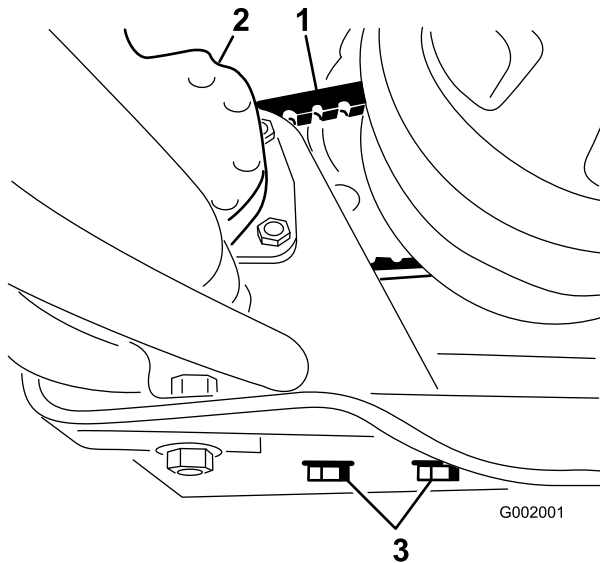

Figure 65
2. Desserrez les boulons de fixation de la pompe de direction (Figure 65).